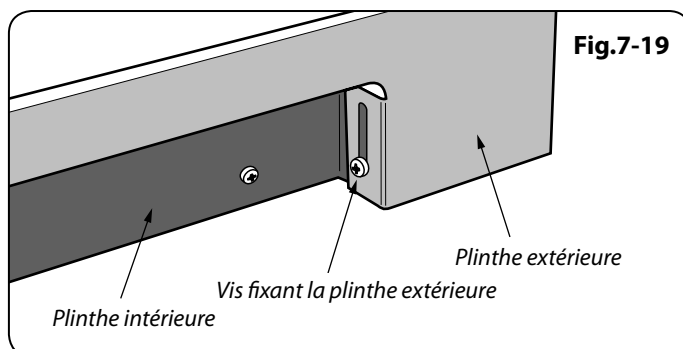

Fig.7-19
**Classic Deluxe & Kitchener :** Grâce à l'encoche, vous pouvez ajuster la position de la plinthe extérieure en la faisant glisser vers le haut ou le bas (Fig.7-19).